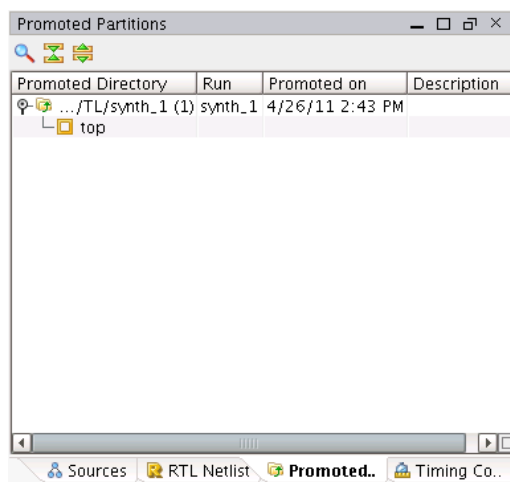

図 11 : パーティションのプロモート
7. パーティションのプロモートによる変更を確認します。図 11 を参照してください。